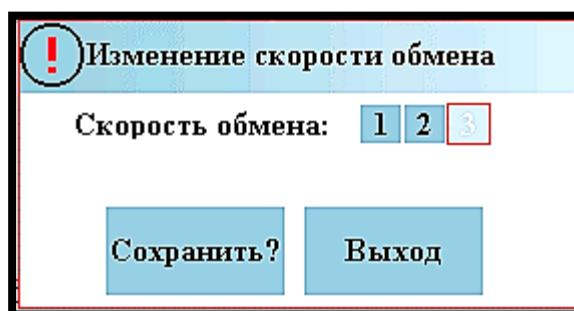

Рисунок 24 - Конфигурирование MBP-RS485
3.3.6 Конфигурирование MBP-RS485 (окно конфигурирования – см. рисунок 24)